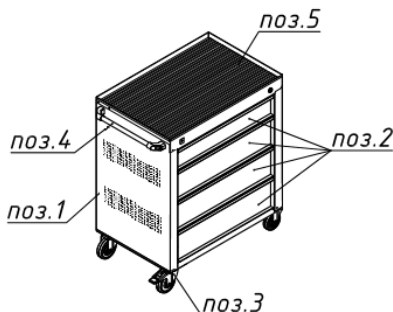

Рис. 1 Тележка инструментальная ML4C
3.1. Тележка инструментальная (рис. 1) состоит из металлического корпуса (поз. 1) и выдвижных ящиков (поз. 2). Ящики фиксируются с помощью механизма центрального замка.